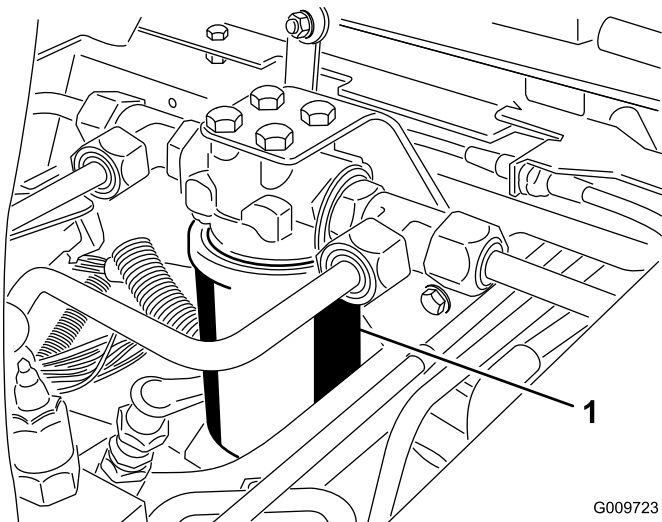
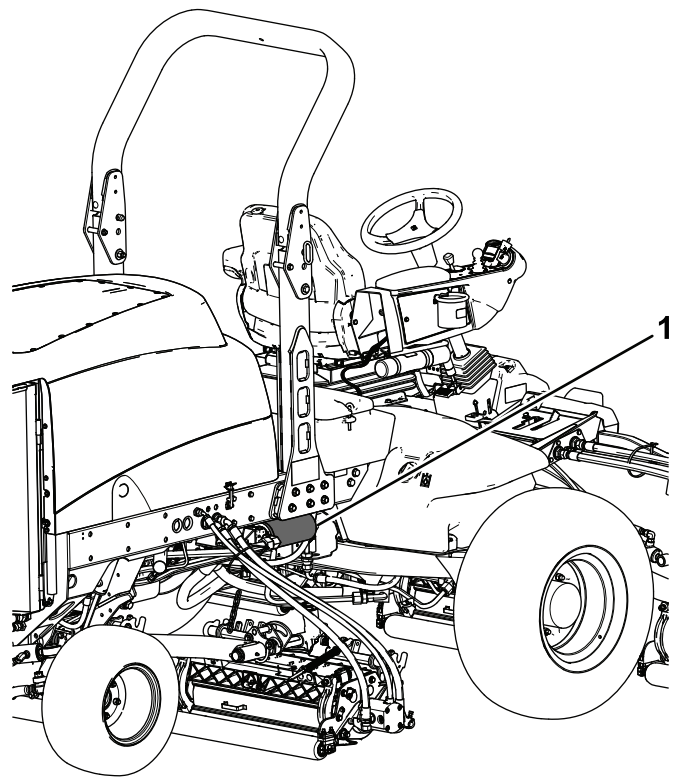

図 103
図 104
3. フィルタ図 103と図 104の取り付け部周辺をきれいにふき、下に廃油受けを用意し、フィルタを外す。